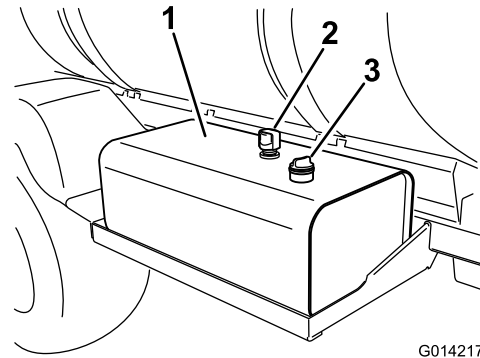

Figure 94
2. Nettoyez la surface autour du bouchon-jauge du réservoir de liquide hydraulique et enlevez-le (Figure 94).